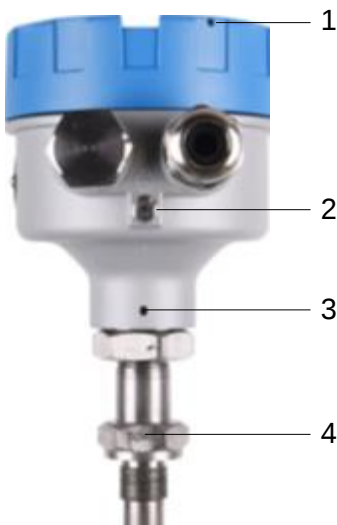

Рисунок 3.1 – Монтаж сигнализатора на месте эксплуатации
- 1) заземлите сигнализатор, используя клемму защитного заземления «» на корпусе (рисунок 3.1);
3.1.4.6 Заземлите сигнализатор, используя клемму защитного заземления «» на корпусе (рисунок 3.1).